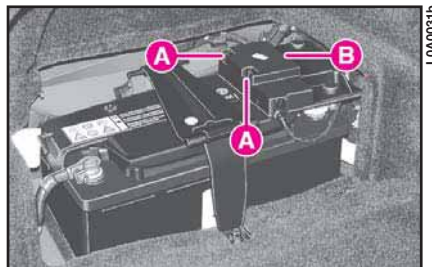

fig. 69
- 3) Press tabs **A** (**fig. 69**) and remove the cover **B**.